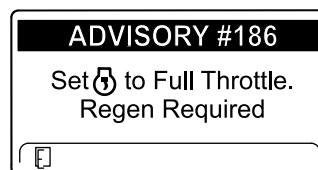

Bild 49
**Hinweis:** Wenn die Auspufftemperatur zu niedrig ist, wird im InfoCenter ADVISORY#186 (Bild 49) angezeigt, um Sie zu informieren, dass Sie den Motor auf Vollgas (hoher Leerlauf) eingestellt haben.